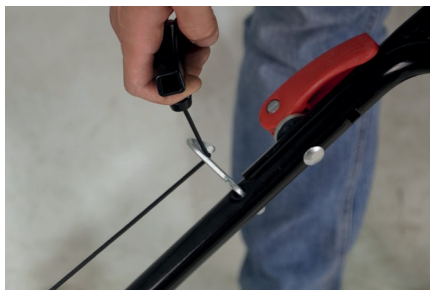

Рис.7 Крепление ручки стартера
1. Закрепите ручку стартера на кронштейне. Для этого нажмите рычаг остановки двигателя и медленно потяните за ручку стартера, чтобы вытянуть шнур из корпуса стартера на требуемую длину. Затем пропустите шнур стартера через витки кронштейна и отпустите ручку стартера. Ручка стартера должна зафиксироваться на кронштейне, как показано на Рис. 7.